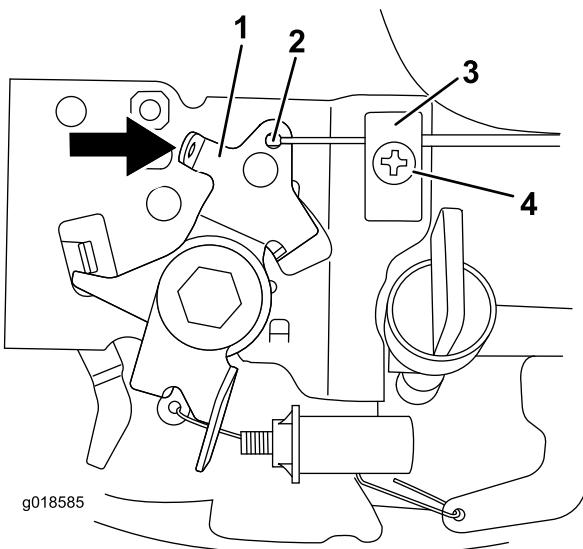

Figure 4
8. Poussez le levier en position complètement verrouillée (Figure 4).
9. Accrochez l'extrémité au levier, puis tendez le câble d'accélérateur et serrez la vis (Figure 4).